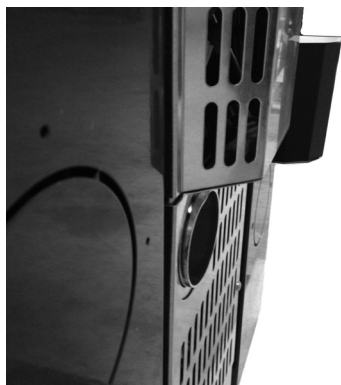

Fig. 12 - Faza 1
- Początkowa pozycja schowanego przewodu rurowego (patrz **Fig. 12**).